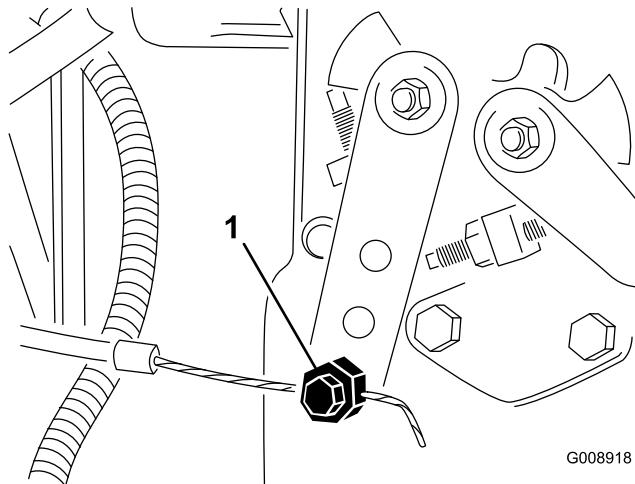

Figura 71
2. Allentate il raccordo del cavo dell'acceleratore sulla leva della pompa di iniezione (Figura 71).